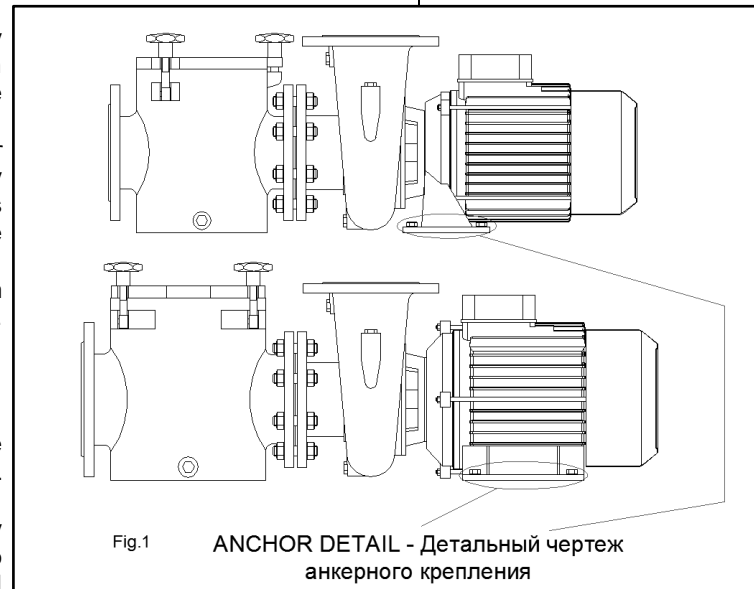

Fig.1 ANCHOR DETAIL - Детальный чертеж анкерного крепления
- All pumps come with a two-drill foot to allow for them to be fixed in the floor by means of an anchor. (Fig. 1).
- Для всех насосов предусмотрены две опоры с просверленными отверстиями, которые фиксируются на несущей площадке при помощи анкерного крепления. (Рис. 1).